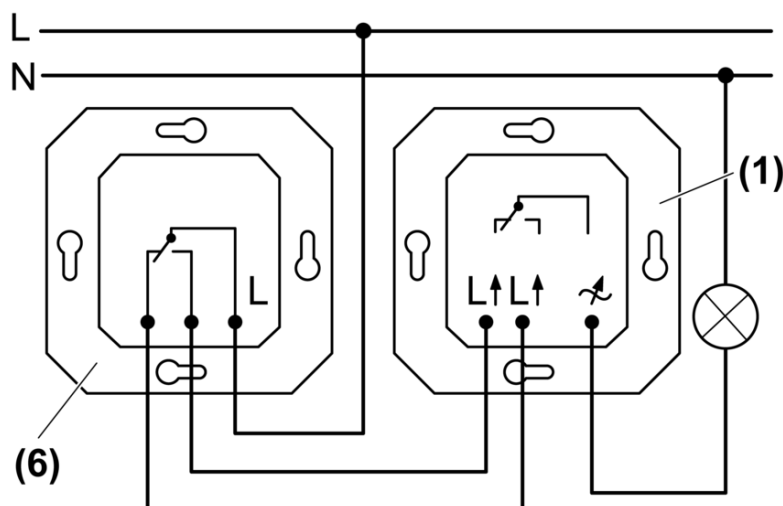

Figure 3: Commutation intermittente
- (1) Variateur
(6) Interrupteur va-et-vient
- Raccorder le variateur (1) et l'interrupteur va-et-vient (6) conformément au schéma de raccordement (figure 3).